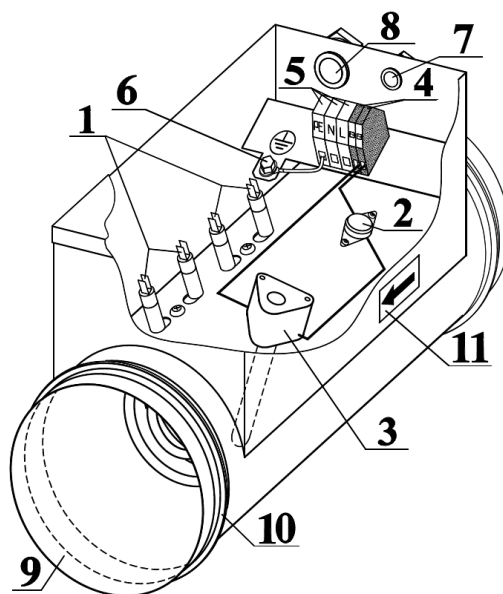

Рисунок 5.1 – Отсек электроподключения
5.1.6. Монтаж воздухонагревателей в системе вентиляции осуществляется путем вставки его соединительных ниппелей (рис.5.1, поз.9) в ответные отверстия воздухопроводов (взаимное перекрытие должно обеспечивать закрытие уплотнительного кольца (рис.1, поз.10)). Для фиксации соединения допускается использование герметика и установка саморезов.
- проводится проверка надежности крепления контактов проводов на ТЭНах (рис.5.1, поз.1) и заземления нагревателя (рис.5.1, поз. 6) а так же проверка надежности зажима кабелей питания и управления в кабельных вводах (рис.5.1, поз. 7 и 8) и при необходимости затяжка;
- термостат перегрева корпуса (рис.5.1, поз. 2) должен подавать сигнал отключения питания при нагреве корпуса более 80°C (при этом датчик по воздуху (поз.3) необходимо закоротить);